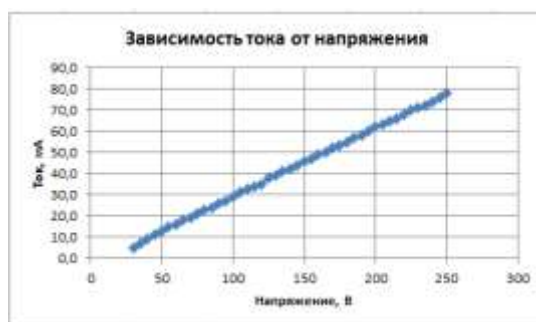

Рисунок 3.1 – Пример диаграммы
7. На втором листе («Графика») по исходным данным для любых четырех столбцов построить точечные диаграммы (по одной: «с гладкими кривыми и маркерами», «с гладкими кривыми без маркеров», «с прямыми отрезками и маркерами», «с прямыми отрезками без маркеров»). На диаграммах стандартными средствами нужно поместить название столбца, подписи осей, включить основные линии сетки и убрать легенду (рисунок 3.1).